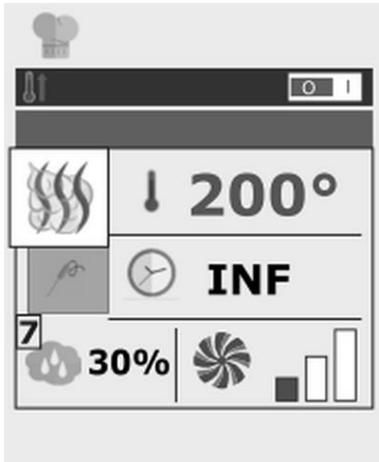

Fig. 13
1. Pour régler l'humidité, appuyer sur la touche 7 (Fig. 13) et régler la valeur souhaitée.